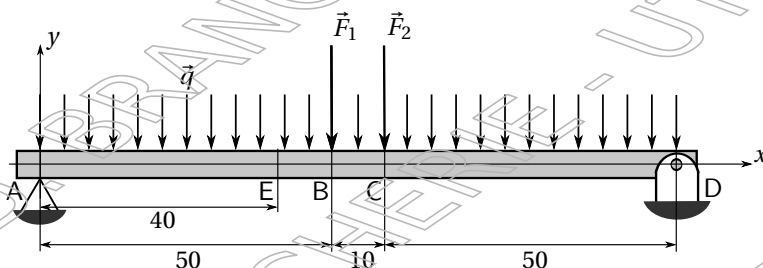

FIG. 4. Représentation schématique du pont à une seule travée
Dans un premier temps, le pont est supposé constitué d'une seule travée de 110 m de long. Une schématisation du pont est donnée à la figure 4. Le pont est supposé soumis à l'action d'une charge répartie $\vec{q}$ correspondant au poids propre de la travée et des équipements ainsi que les charges $\vec{F}_1$ et $\vec{F}_2$ correspondant au passage d'un poids lourd sur le pont.
- Les dimensions sont données en m sur la figure 4 ;
6. Déterminer le déplacement vertical du point E (voir figure 4).